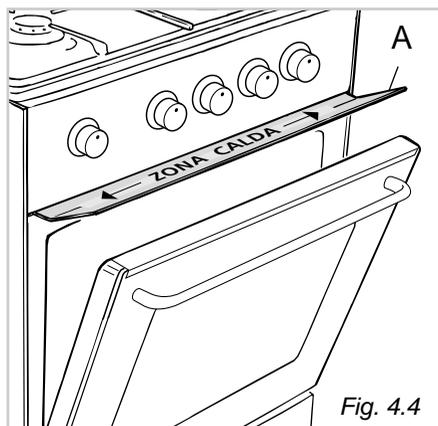

Fig. 4.4
- Infilare lo schermo paracalore "A" negli appositi supporti nel lato inferiore del pannello comandi (fig. 4.4).
Montare lo schermo paracalore "A" (Fig. 4.4), fornito a corredo, per proteggere il frontale comandi dal calore.